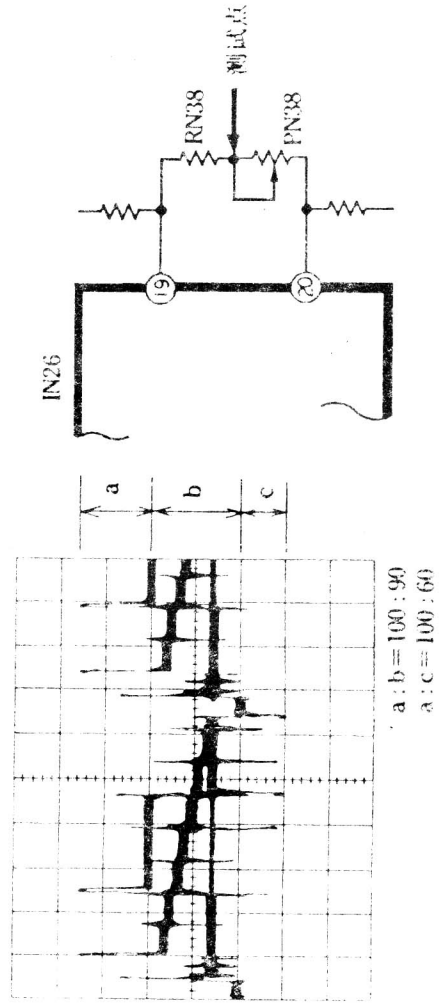

图7
- ② 将示波器与 IN26 的②脚相连, 示波器设置于外触发状态, 将示波器的外触发端与 BW05 的行推动 (HD) 脉冲相连, 调节示波器, 使显示波形的周期为 2 H 左右;
- ③ 调节 PN37, 使白色信号峰顶的上冲幅度为亮度信号的  $90 \pm 5\%$ , 如图 7 所示;
- ④ 调节 PN36, 使同步信号头的下冲幅度为亮度信号的  $60 \pm 5\%$ , 如图 7 所示。